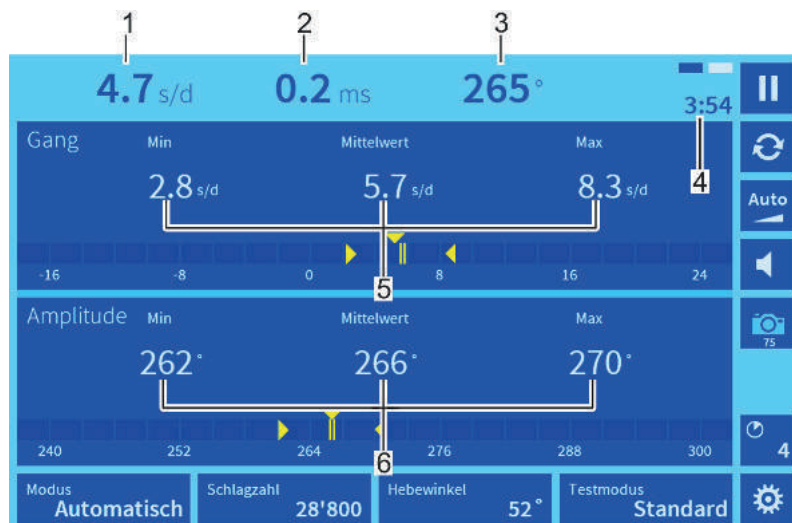

Abb. 27: VARIO-Anzeigemodus
Im VARIO-Anzeigemodus werden Gang (Abb. 27/1), Abfallfehler (Repère) (Abb. 27/2) und Amplitude (Abb. 27/3) numerisch dargestellt.
Die blinkenden Rechtecke (Abb. 27/4) zeigen an, dass ein Signal empfangen wird. Darunter wird die abgelaufene Messzeit angezeigt (Abb. 27/4).
Während des Messvorgangs werden die kleinsten und grössten Messwerte und daraus resultierenden Mittelwerte für die Gangstabilität (Abb. 27/5) und Amplitude (Abb. 27/6) angezeigt.
- Die Differenz zwischen dem kleinsten und dem grössten Gangwert (Abb. 27/5) ist ein Indikator für die Gangqualität der Uhr. Je kleiner die Differenz, desto besser die Gangstabilität.